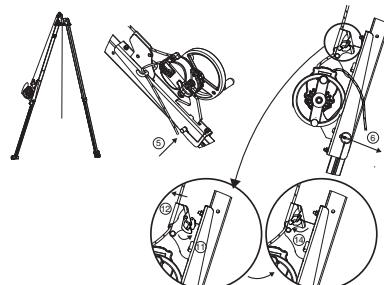

Fig. 9
**VIGTIGT:** Vær opmærksom på monteringsretningerne: faldets blokeringsanordningen skal være vendt opad på TRACPODE™ trefoden (fig.9).
5. Installer fortøjningsboltene på konsollen til DEROPE™ UP R apparatet. Denne fortøjningsbolt har to funktioner: fastlåsing af benet på TRACPODE™ trefoden og fortejning af konsollen til DEROPE™ UP R apparatet på dette ben (fig.9, 5).
6. Fastlås fortejningsboltene med stiftene med læsring (fig.9, 6).
11. Åbn konsolens faldbremse (fig.9, 11).
12. Før faldet, der kommer ud af DEROPE™ apparatet ind i konsolens faldbremse (fig.9, 12).
14. Luk faldbremsen (fig.9, 14).